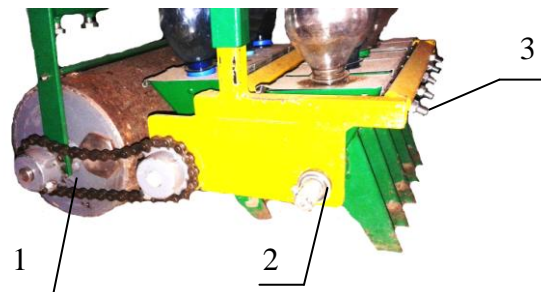

Рис.6
1. Открутить фиксирующий болт М8 (поз.1, рис.6) на переходнике для звездочек приводного вала.
2. Снять хомут и втулку скольжения (поз.2, рис.6), затем вытащить вал.
3. Открутить на рамке гайку с болтом М6 (поз.3, рис.6), закрепляющую на ней.